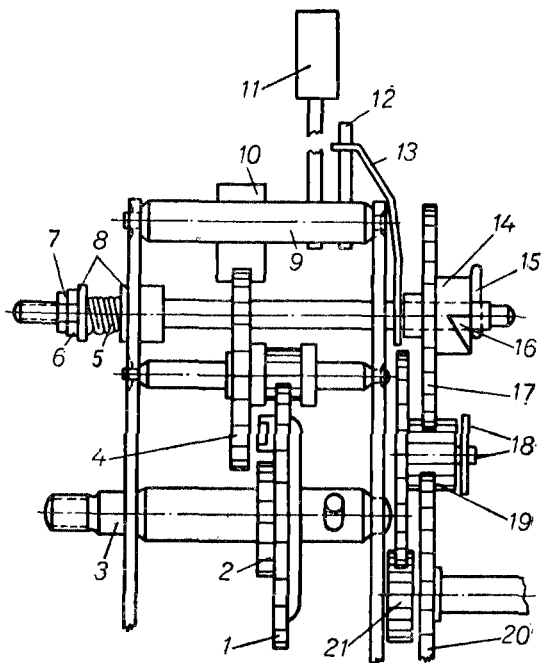

Рис. 70. Механізм бою будильника:
Механізм бою складається з деталей, показаних на рис. 70.
- 1) штифт сигнального валика встановлюють на дно вирізу сигнальної муфти (рис. 70, 16);